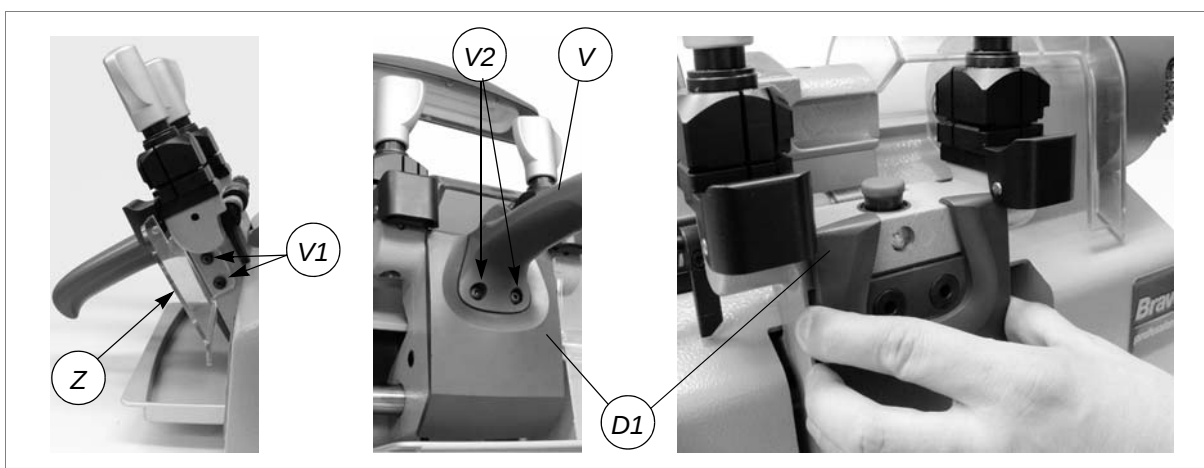
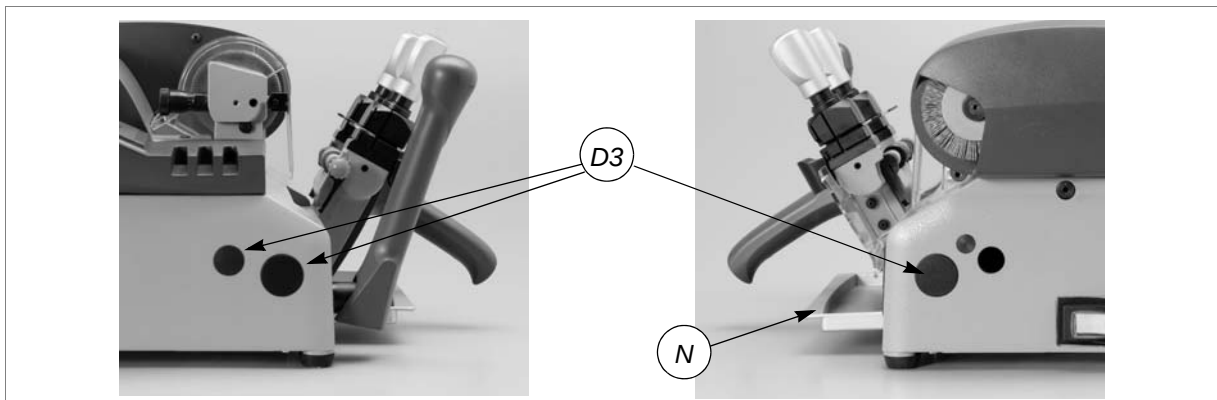
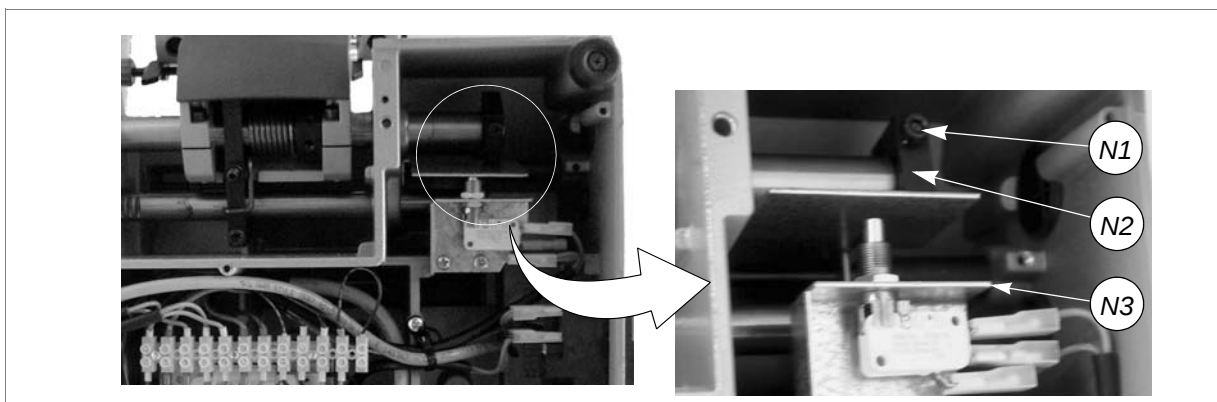

Fig. 44
Fig. 46
Fig. 47
- 2) Desaperte os 2 parafusos (V1) e remova a protecção das aparas (Z) (fig. 44).
- 4) Desaperte os 2 parafusos (V2) da pega do carro (V) (fig. 44).
- 5) Para retirar a pega (V) é necessário levantá-la um pouco para então a poder extrair.
- 8) Retire as tampas (D3) da base (fig.46, pág.29).
- 9) Retire o tabuleiro de recolha das aparas (N).
- 11) Desaperte os 7 parafusos (W), os 2 pés (W1) e remova a protecção inferior (W2) (cap.7.7, pág. 22).
- 12) Desaperte o parafuso (N1) da came (N2) (fig.47, pág.29) e retire a came, extraindo-a para a direita.
- 18) Volte a montar a came (N2) fazendo com que empurre na plaqueta (N3) contra o micro-interruptor, mantendo-o pressionado; aparafuse o parafuso (N1) (fig.47, pág.29).